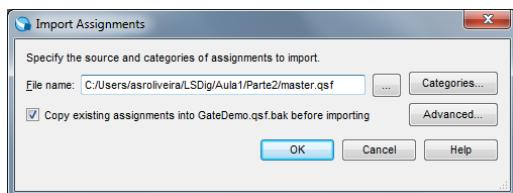

Figura 42 – Importação do ficheiro “master.qsf” com as definições dos pinos da FPGA ligados aos dispositivos do kit.
**13.** Importe as definições de pinos da FPGA da placa de desenvolvimento, usando o menu “Assignments→Import Assignments” (Figura 42).